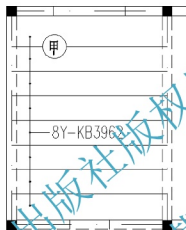

图 5.30 标出配板编号
(1) 启动绘制【圆】命令(快捷键C)。
① 在指定圆的圆心或[三点(3P)/两点(2P)/相切、相切、半径(T)]:提示下,在房间左上角适当的位置单击使其作为圆的圆心。
② 在指定圆的半径或[直径(D)]:提示下,输入“300”后按Enter键结束命令。这样就绘制了圆心在指定位置,半径为300mm的圆。
(2) 用【单行文字】或【多行文字】命令在圆圈内标出配板编号“甲”,字高500mm。
(3) 用【修剪】命令,以圆为边界修剪掉和圆相重合的楼板线,结果如图5.30所示。